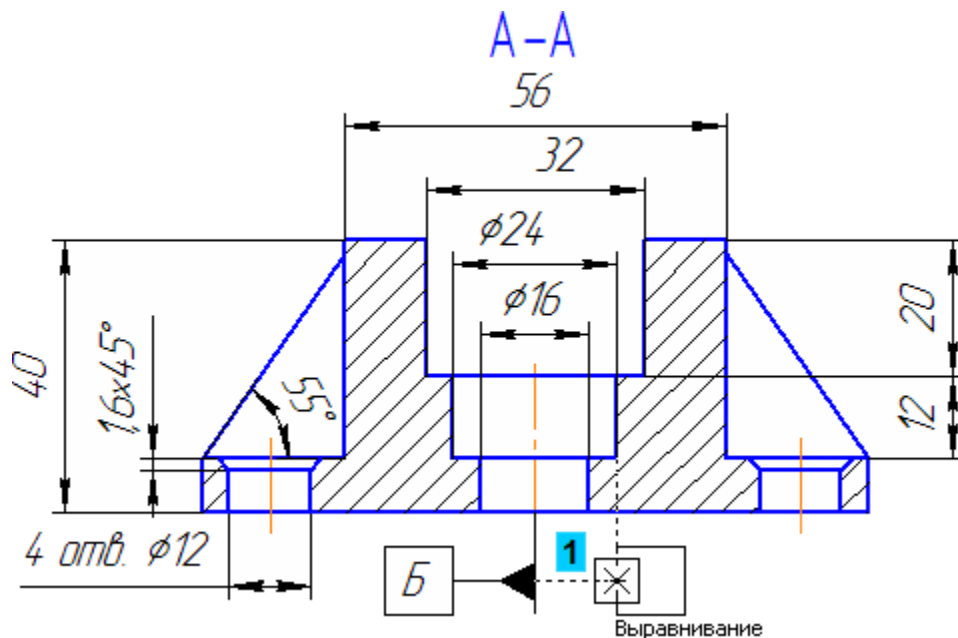

Рисунок 66
- С помощью привязки укажите положение базовой точки таблицы на чертеже (точка 1) (рис. 66).